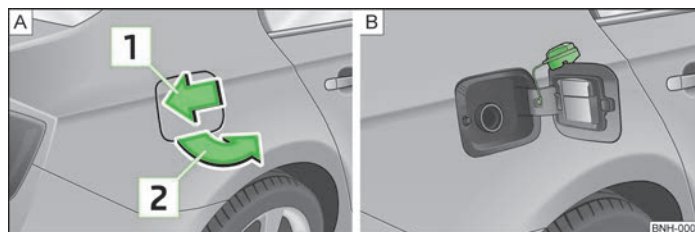

Abb. 95 Fahrzeugseite hinten rechts: Tankklappe / Tankklappe mit aufgeschraubtem Verschluss
Auf der Innenseite der Tankklappe sind die richtigen Kraftstoffarten für Ihr Fahrzeug, sowie die Reifengröße und der Reifenfülldruck angegeben » **Abb. 95** auf Seite 125 - **B**.
Auf der Innenseite der Tankklappe befindet sich ein Kratzer » **Abb. 95** auf Seite 125 - **B** zum Entfernen von Schnee und Eis von den Scheiben und Spiegeln » **Seite 121**, *Fensterscheiben und Außenspiegel*.
- Auf die Tankklappe in Pfeilrichtung **1** drücken » **Abb. 95**.
- Den Tankverschluss links herum herausdrehen und von oben auf die Tankklappe stecken » **Abb. 95** - **B**.